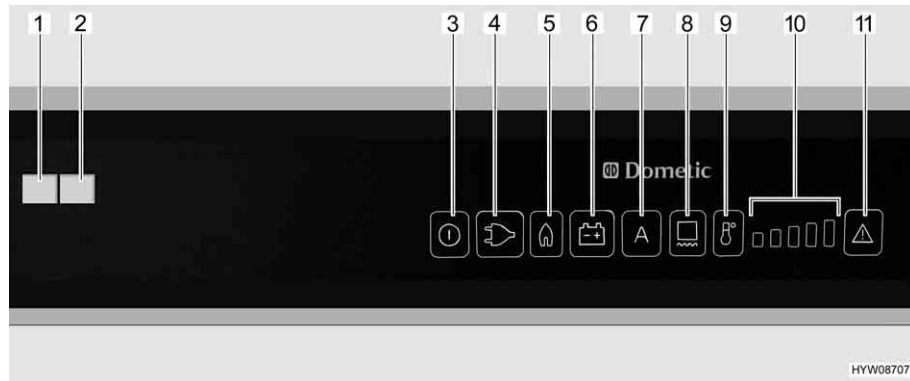

Fig. 228 Elementos de mando para el frigorífico (Dometic RMD)
Si está ajustado el modo de funcionamiento "AES", no está conectada **nin-guna** alimentación de 230 V y el motor del vehículo está **desconectado**, el AES seleccionará el suministro de gas. Al seleccionar el suministro de gas se abre automáticamente el seguro de encendido, de forma que puede fluir gas hacia el quemador. Simultáneamente se conecta el encendedor electrónico. Si se apaga la llama de gas, p. ej. debido a un golpe de viento, el encendedor se activa inmediatamente y enciende de nuevo el gas. En caso de avería en el funcionamiento a gas, los botones luminosos "Gas" (Fig. 228,5) y "Avería" (Fig. 228,11) estarán parpadeando. La luz de control "Avería" (Fig. 228,1) estará encendida, y sonará una alarma acústica durante 20 segundos.
Una vez conectado, el frigorífico selecciona automáticamente el ajuste medio del termostato. Este ajuste puede modificarse manualmente con la tecla de selección de grados de temperatura (Fig. 228,9). Las luces de control (Fig. 228,10) indican el ajuste seleccionado del termostato. Con la tecla de selección de grados de temperatura se ajusta la temperatura de refrigeración para los tres tipos de energía. Pasan algunas horas hasta que el frigorífico alcanza la temperatura de servicio normal. Al conmutar el modo de funcionamiento se mantiene el ajuste del termostato. La temperatura de refrigeración se mantiene independientemente del tipo de energía.
- Conectar la calefacción de marco por un período de 2 horas: Pulsar la tecla (Fig. 228,8) una vez. Estará encendida una barra de la visualización de niveles de temperatura (Fig. 228,10).
- Conectar la calefacción de marco por un período de 5 horas: Pulsar la tecla (Fig. 228,8) dos veces. Estarán encendidas dos barras de la visualización de niveles de temperatura (Fig. 228,10).
- Ajustar la calefacción de marco en funcionamiento continuo: Pulsar la tecla (Fig. 228,8) tres veces. Estarán encendidas tres barras de la visualización de niveles de temperatura (Fig. 228,10).
La visualización de niveles de temperatura (Fig. 228,10) visualizará el tiempo de funcionamiento de la calefacción de marco por algunos segundos.
En caso de alta temperatura exterior y un gran índice de humedad atmosférica, se pueden formar gotas de agua en el marco metálico del compartimento congelador. Por este motivo, el frigorífico está equipado con una calefacción de marco en el compartimento congelador. En caso de altas temperaturas y un índice alto de humedad atmosférica, conectar la calefacción de marco con la tecla (Fig. 228,8). De esta manera se evita la corrosión. Si está conectada la calefacción de marco, estará encendido el botón luminoso (Fig. 228,8).
- Pulsar la tecla On/Off (Fig. 228,3) por aprox. 2 segundos. El frigorífico se conectará, se visualizará el tipo de energía ajustado más recientemente o "AES".
- Ajustar la temperatura de refrigeración con la tecla de selección de grados de temperatura (Fig. 228,9). Las luces de control (Fig. 228,10) indican el ajuste seleccionado del termostato.
- Pulsar la tecla On/Off (Fig. 228,3) por aprox. 2 segundos. El frigorífico se desconectará, ya no estará encendido ningún visualizador.